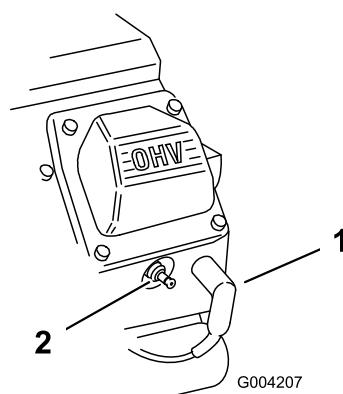

Figura 49
- Puxe os cabos das velas (Figura 49).
3. Coloque os cabos nas velas de ignição (Figura 49).